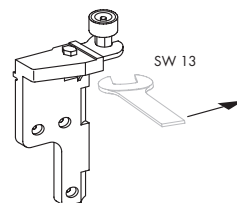

Bild 4 Führung in Stützplatte einschieben und mit Gabelschlüssel SW 13 fest anziehen
- C** Führung (**11**) jeweils in die Stützplatte des Ecklager D (**6**) und Ecklager (**15**) schieben und mit Gabelschlüssel SW 13 fest anziehen, siehe Bild 4.